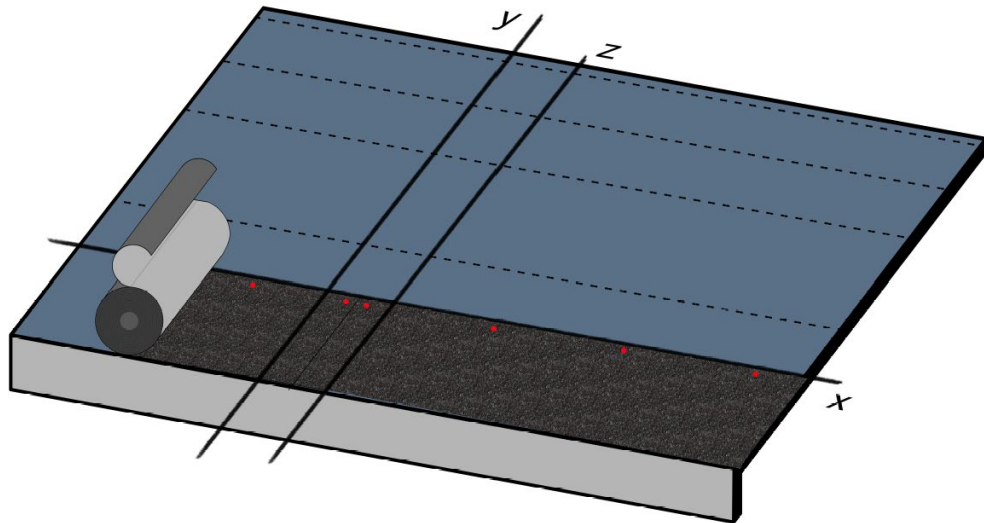
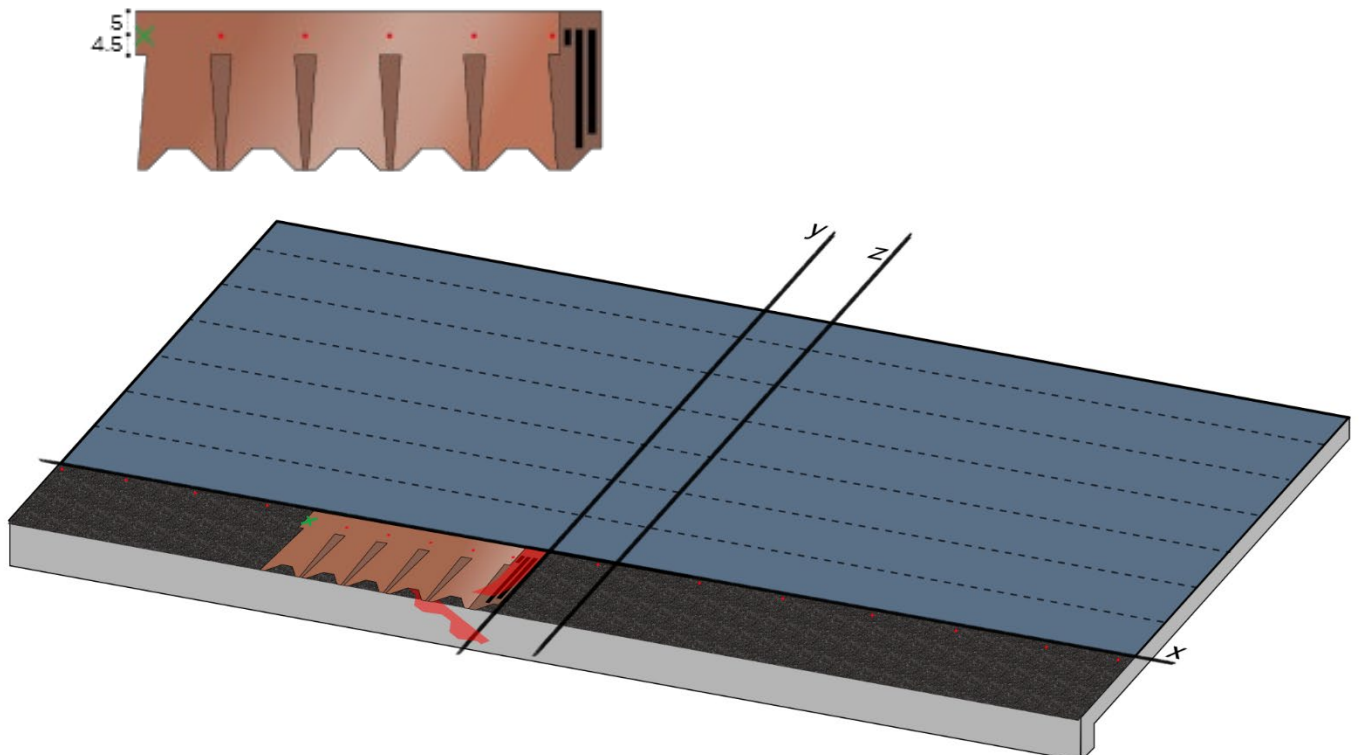

Fig. 6 - Posa della Start Line SA
Fig. 7 - Posa della prima tegola Master Coppo
- Procedere con la posa della Start Line SA come fila di partenza: allineare il bordo superiore sull'orizzontale distante 33 cm dalla linea di gronda. Rimuovere il film retrostante e fissare la Start Line SA con dei chiodi posti alle estremità superiori - Fig. 6. Disporre e chiodare la Start Line SA in adiacenza, fino al completamento di tutte le falde.
- Procedere con la posa della prima tegola: rimuovere il film protettivo dal lato e dal retro delle faldine; allineare il bordo destro della prima tegola sulla verticale **y** e il bordo superiore sull'orizzontale **x** - Fig. 6. Chiodare la tegola al sottofondo posizionando 5 chiodi per tegola, come da Fig. 7). Il sesto chiodo (indicato dalla crocetta verde in Fig. 7) verrà fissato in seguito.